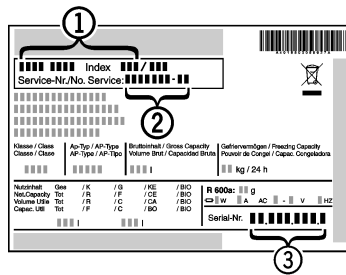

Fig. 9
- ▶ Leggere la denominazione dell'apparecchio Fig. 9 (1), il n° assistenza Fig. 9 (2) e il n° di serie Fig. 9 (3) sulla targhetta identificativa. La targhetta identificativa è situata all'interno dell'apparecchio, sul lato sinistro.
- ▶ Informare il servizio di assistenza e comunicare il difetto, la denominazione dell'apparecchio Fig. 9 (1), il n° assistenza Fig. 9 (2) e il n° di serie Fig. 9 (3).